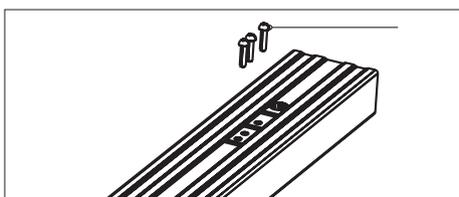

Рис. 2
3. Открепите винты держателя звездочки (поз. 2, рис. 2).